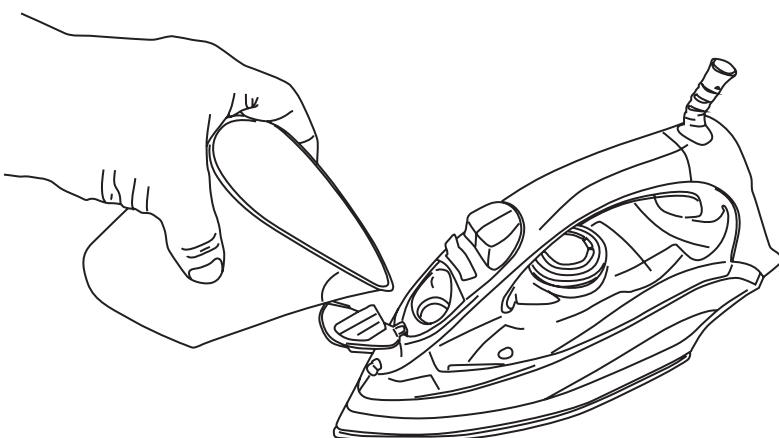

Fig 2.
Con la plancha desenchufada de la red eléctrica, gire el selector de vapor (10) hasta la posición de cerrado (fig. 2).